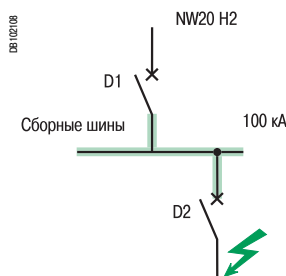

Рис. 1
- селективность между аппаратами D1 и D2 (рис.1) неполная, обеспечивается только при токах КЗ до 85 кА;